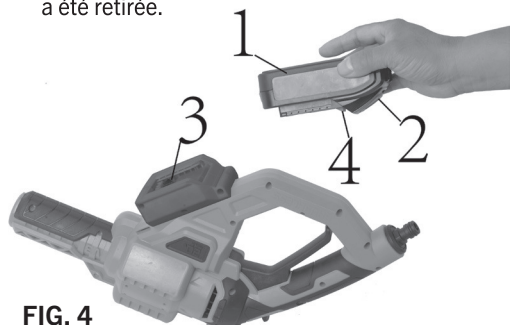

FIG. 4
- Retirez la batterie déchargée (1) de la laveuse à pression sans fil en appuyant sur le bouton de dégagement de la batterie (2) et en faisant glisser la batterie vers l'arrière jusqu'à ce qu'elle soit dégagée du port de la laveuse à pression sans fil (3) (Fig. 4)
- Faites glisser la batterie complètement chargée sur les clés correspondantes (4) dans le port de la laveuse à pression sans fil (3) à l'endroit où la batterie déchargée a été retirée.